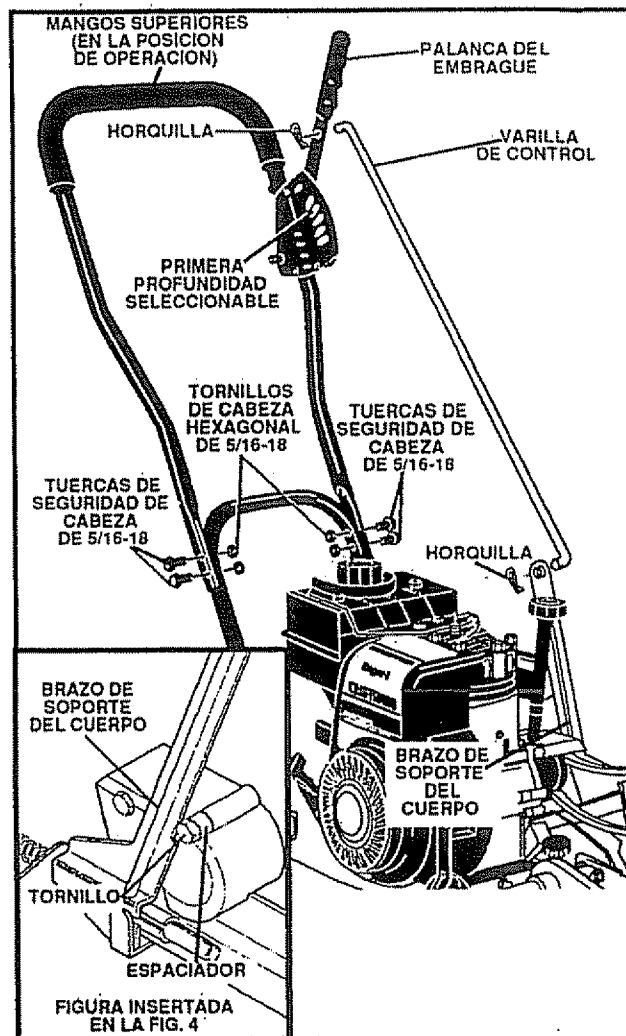
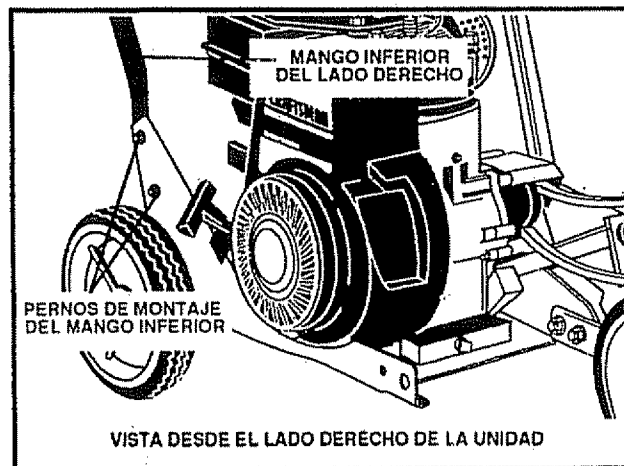

FIG. 4
FIG. 5
- Ponga el mango superior en el mango inferior (vea la Fig 4), alinee el mango superior con los dos agujeros superiores en el mango inferior y asegúrelo en su lugar con quatre (4) tornillos de cabeza hexagonal de 5/16-18 x 1-1/4 pulgadas y quatre (4) tuercas de seguridad, de cabeza hexagonal de 5/16-18 (que se encuentran en la bolsa con las partes). Las tuercas de seguridad se deben encontrar en la parte interior de los dos mangos, según se muestra en la Fig 4
- Inserte un extremo de la varilla de control, desde la izquierda a la derecha, a través del agujero en la palanca del embrague (vea la Fig. 4) y adjúntelo con una horquilla (que se encuentra en la bolsa con las partes)
- Ponga la palanca del embrague en la primera profundidad seleccionable (vea la Fig. 4) e inserte el otro extremo de la varilla de control a través del agujero del brazo de soporte del cuerpo (vea la Fig. 4). Adjúntela con la horquilla (que se encuentra en la bolsa con las partes)
**AVISO:** En el caso de que sea difícil hacer que la palanca del embrague se meta en NEUTRO, puede ser necesario soltar los cuatro tornillos y tuercas que sujetan los mangos inferiores al bastidor (vea la Fig. 5). Palanquee (hacia adelante) los mangos, sólo lo suficiente para permitir que la palanca del embrague entre libremente a la posición de NEUTRO. Vuelva a apretar las tuercas y los tornillos. Cuando la palanca del embrague está en la posición de NEUTRO el Brazo de Soporte del Cuerpo tiene que estar en contra del espaciador y del tornillo detrás de éste (vea la figura insertada dentro de la Fig. 4).